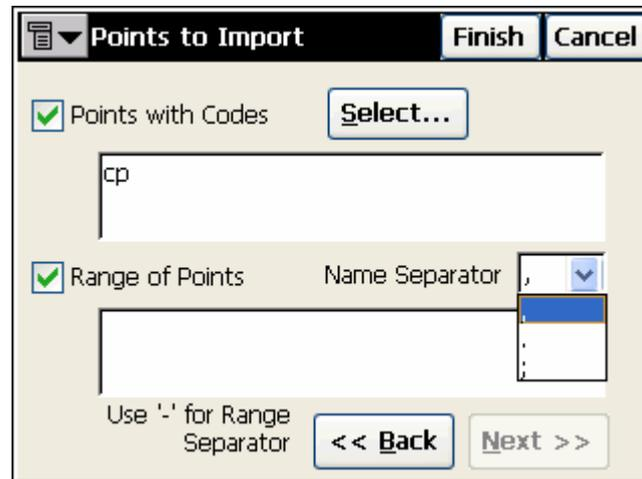

Рисунок 5-4. Импортируемые точки
- Если в выпадающем меню *Points* (Точки) был выбран способ сортировки точек *By Range and Code* (По Дальности и Коду), появится окно **Points to Import (Точки на импорт)**. В этом окне выберите коды и/или дальность (в списке точек), из которого все точки следует импортировать (рис. 5-4 на стр. 5-3). Для того, чтобы выбрать необходимые коды, нажмите кнопку **Select**